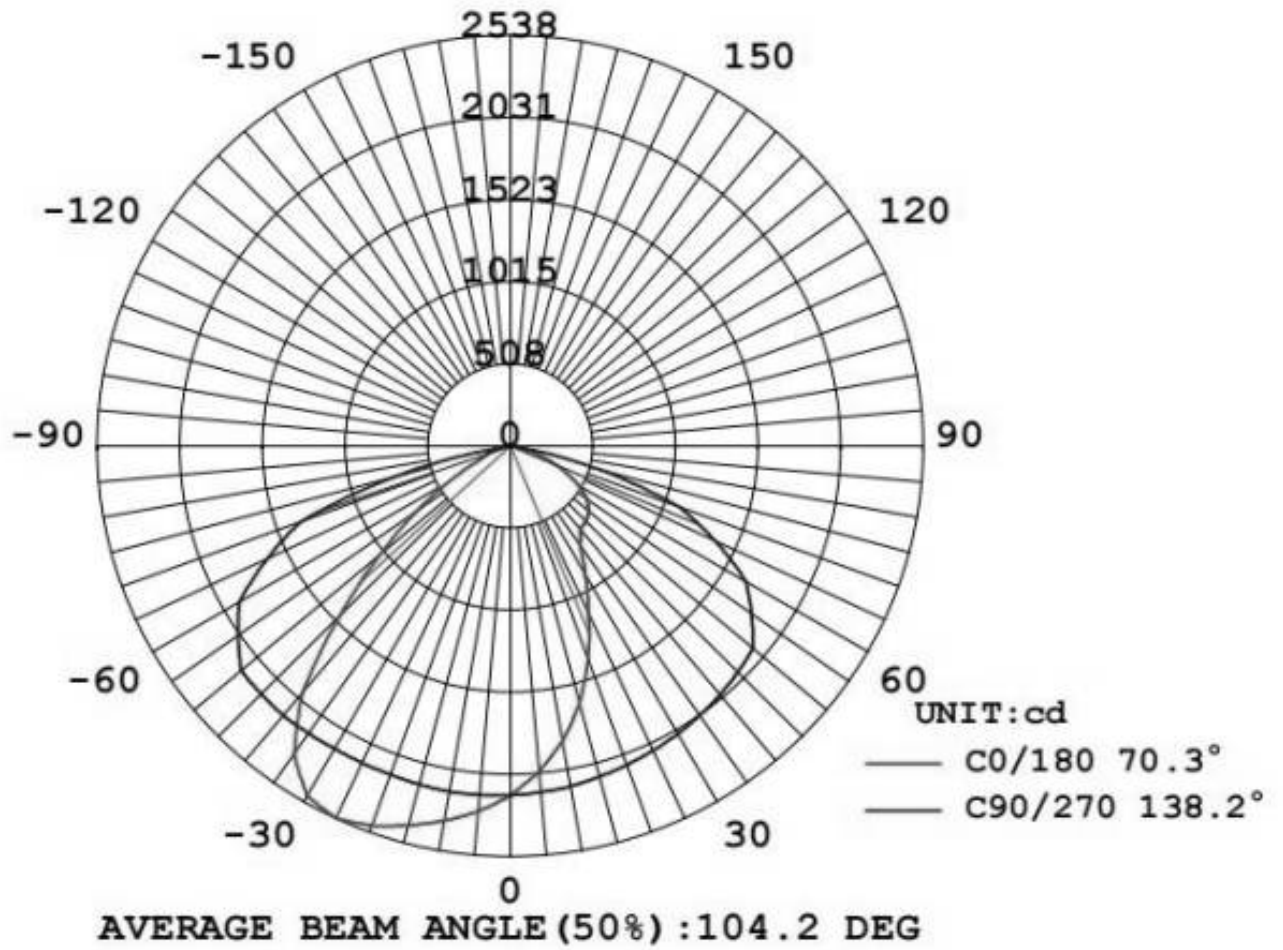

Рисунок 1 - Кривая силы света светильника Astra LED/К.
- в главной продольной и поперечной плоскостях - Л (см. рисунок 1).